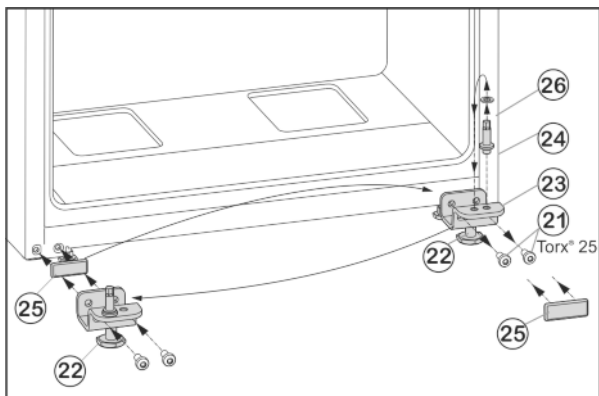

Fig. 9
- ▶ Svitare le viti di fissaggio Fig. 9 (21).
- ▶ Rimuovere completamente il cuscinetto di supporto inferiore Fig. 9 (23) con il perno del cuscinetto Fig. 9 (24), la rondella Fig. 9 (26) e il piede di regolazione Fig. 9 (22).
- ▶ Svitare completamente il perno del cuscinetto Fig. 9 (24) con la rondella Fig. 9 (26) spostarlo nel foro di inserimento situato sul lato opposto del cuscinetto di supporto e riavvitare saldamente.
- ▶ Estrarre con cautela la piastra di copertura Fig. 9 (25) e riapplicarla sul lato opposto.
- ▶ Riavvitare **saldamente (con una coppia di 4 Nm)** tutto il cuscinetto di supporto inferiore Fig. 9 (23) con il perno del cuscinetto Fig. 9 (24), la rondella Fig. 9 (26) e il piede di regolazione Fig. 9 (22) sul lato della nuova cerniera, eventualmente con l'ausilio di un avvitatore a batteria.
- ▶ Inserire la porta dall'alto sul perno del cuscinetto Fig. 9 (24).
- ▶ Svitare il piede di regolazione Fig. 9 (22) sul cuscinetto di supporto inferiore Fig. 9 (23) fino a quando non poggia a terra.